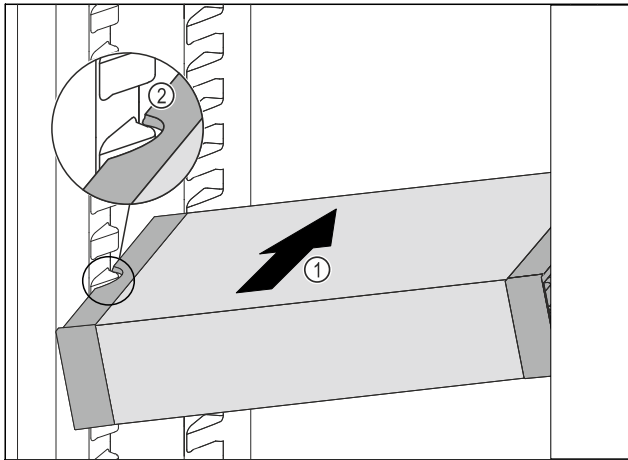

Fig. 200
- ▶ Вдвигайте VarioSafe под наклоном в холодильное отделение Fig. 200 (1), пока боковые выемки Fig. 200 (2) VarioSafe не окажутся на высоте выступа резервуара в холодильном отделении.